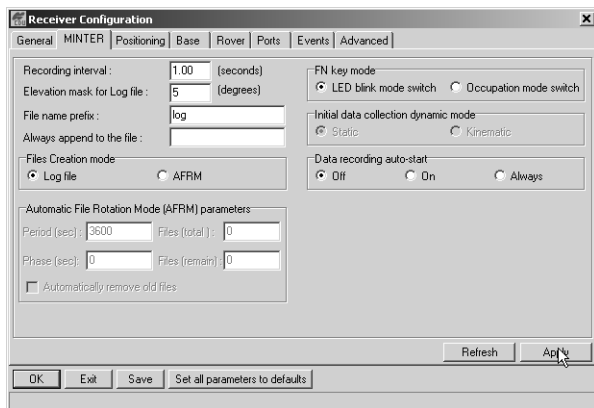

Figura 3-2. Configuration ▶ Receiver ▶ MINTER
2. Abra el PC-CDU, haga clic en **Configuration ▶ Receiver ▶ MINTER** y especifique los siguientes parámetros, después haga clic en **Apply** (Figura 3-2 en la página 3-8):